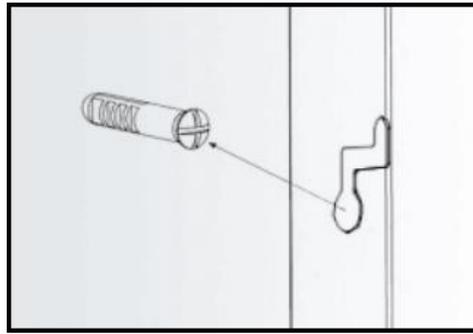

Abb. 5
- 5) Hängen Sie das Gerät an die Schrauben. (Abb. 5). Bewegen Sie das Gerät von Position A zu Position B. (Abb. 6)